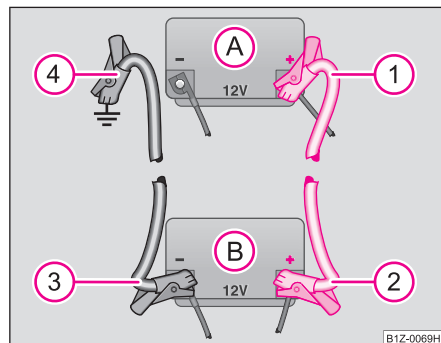

Fig. 185 Executarea pornirii cu ajutorul bateriei altui autovehicul: A - bateria descărcată, B -bateria furnizoare de curent
- Prindeți un capăt la polul plus (1) ♥ fig. 185 al bateriei descărcate (A).
- Prindeți celălalt capăt la polul plus (2) al bateriei care furnizează curent (B).